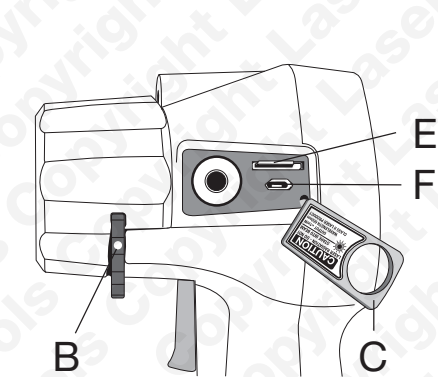

Fig. 2
- Se référer à la figure 2 : tirer sur le cache de port en caoutchouc **C** depuis l'angle supérieur gauche et le faire pivoter vers le bas. (Ne pas tirer depuis le côté droit car ceci peut endommager le cache.)
- Appuyer sur la carte MicroSD (**E** à la figure 2) pour provoquer son éjection par action du ressort.
- Tirer sur le cache de port en caoutchouc **C** depuis l'angle supérieur gauche et le faire pivoter vers le bas. Brancher le câble dans le port Micro USB (**F** à la figure 2) et brancher l'autre extrémité à un port USB du PC ou de l'ordinateur portable.
Affichage des images enregistrées. Les images sont enregistrées sur la carte MicroSD fournie (**E** à la figure 2). À partir du menu, **appuyer** sur l'interrupteur basculant pour afficher l'image. Actionner l'interrupteur vers le haut ou vers le bas pour accéder à d'autres images. Cette fonction n'est pas active si la carte MicroSD n'est pas présente. Actionner l'interrupteur basculant vers la droite pour revenir à la fonction de balayage normale. Remarque : le port de carte MicroSD peut accepter des cartes d'une capacité allant jusqu'à 32 Go.